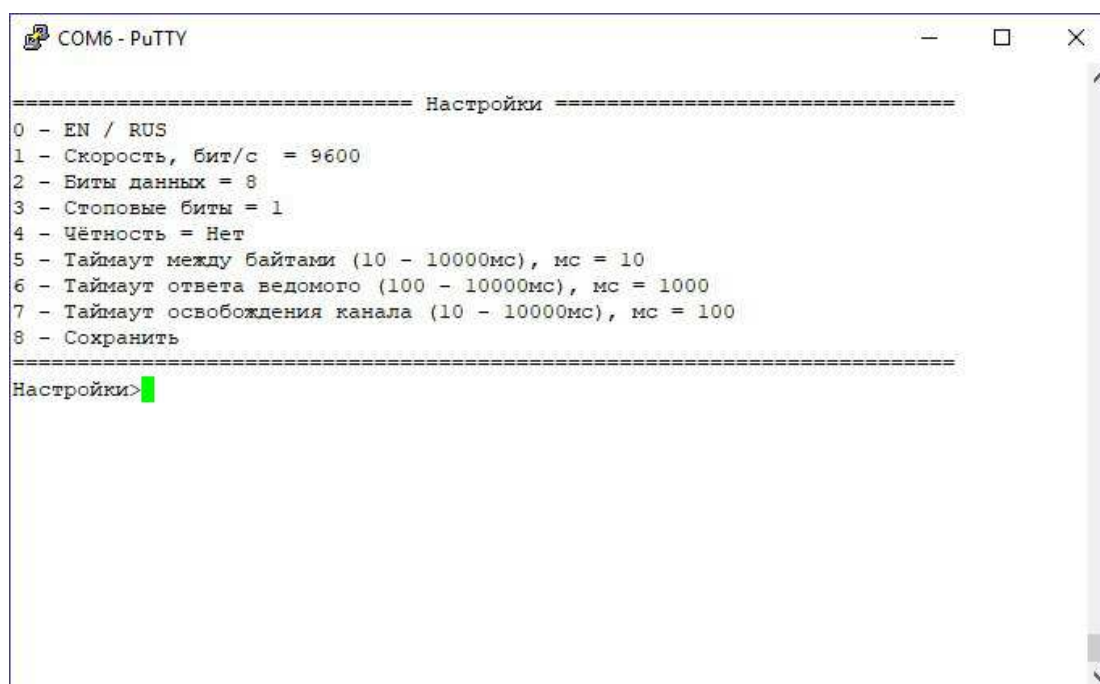

Рисунок 3.1. – Меню настроечной программы
3.2.3 После открытия консоли нажмите клавишу ENTER. В консоль выведется текстовое меню настроечной программы. Пример на рис. 3.1.